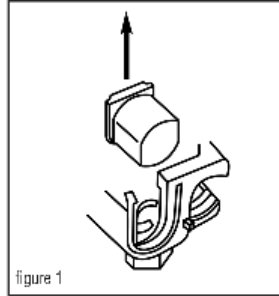

figure 1
- Determine the direction for the tap conductor to exit and discard one end cap. **See figure 1.**
- Determine la dirección en la que el conductor derivado saldrá y deseché la tapa terminal sobrante. **Vea la ilustración 1.**